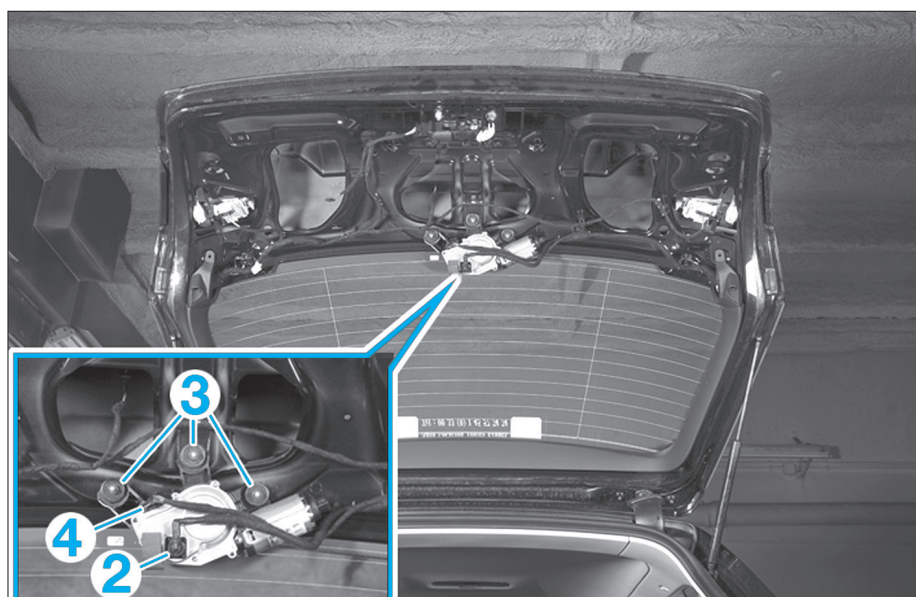

Fig. 59
- Dévisser l'écrou de fixation (1) du bras d'essuie-vitre et extraire le bras.
- Déconnecter le tuyau de lave-vitre (2) et le connecteur (4) (Fig.59).
- Déposer les écrous de fixation (3).